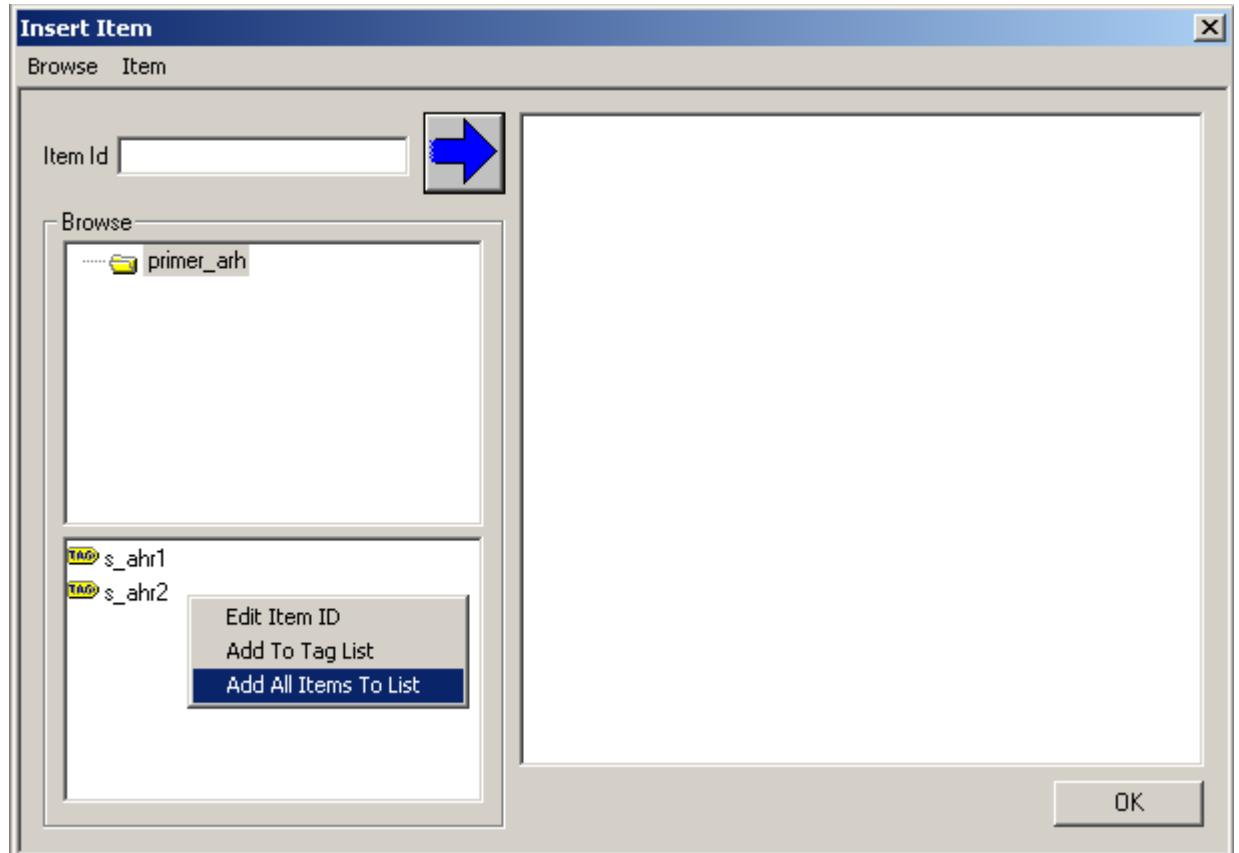

Рисунок 3.4 – Добавление переменных в проект MatrikonOPC HDA Explorer
- 4) Добавить все переменные в проект. Для этого выбрать узел, после чего нажать «Add All Items To List» контекстного меню (Рисунок 3.4) затем нажать кнопку «OK»;